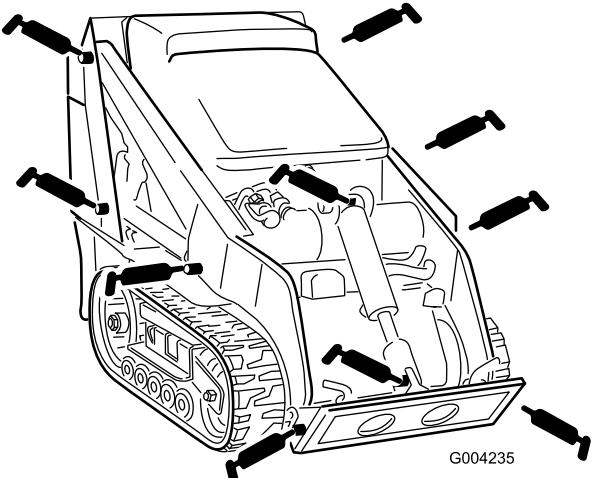
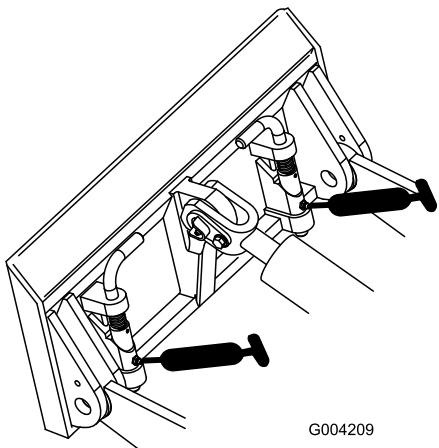

Figura 30
Figura 31
3. Collegate un ingassatore a pressione a ciascun ingassatore (Figura 30 e Figura 31).